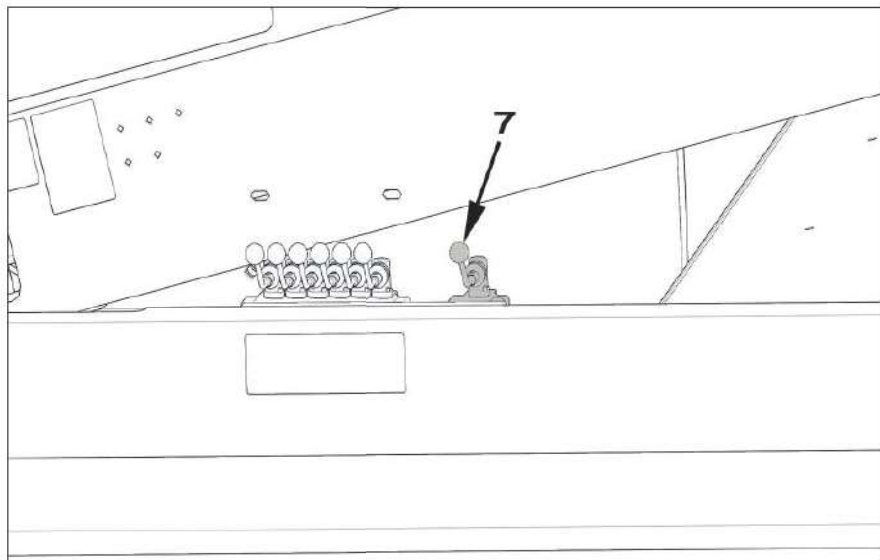
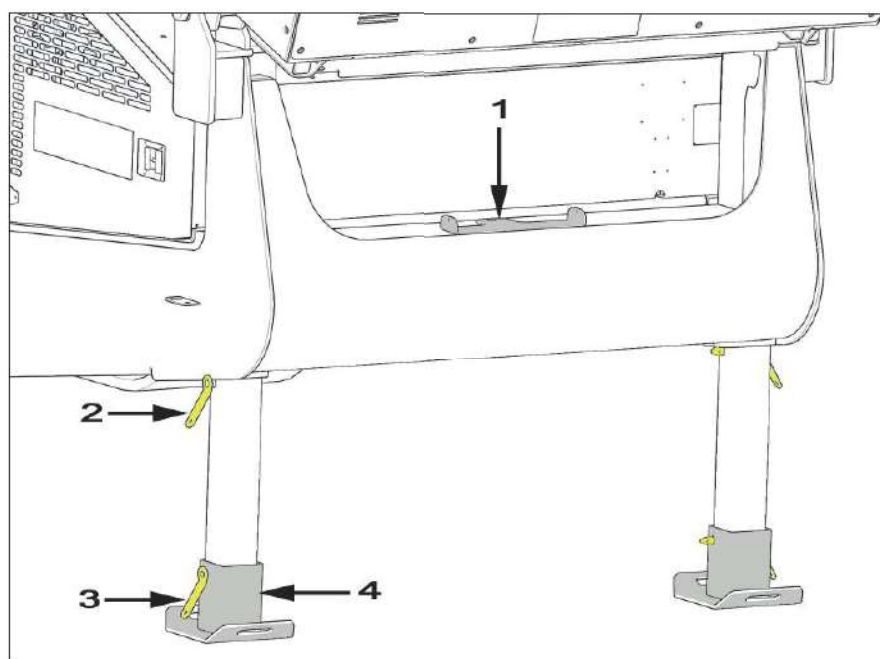
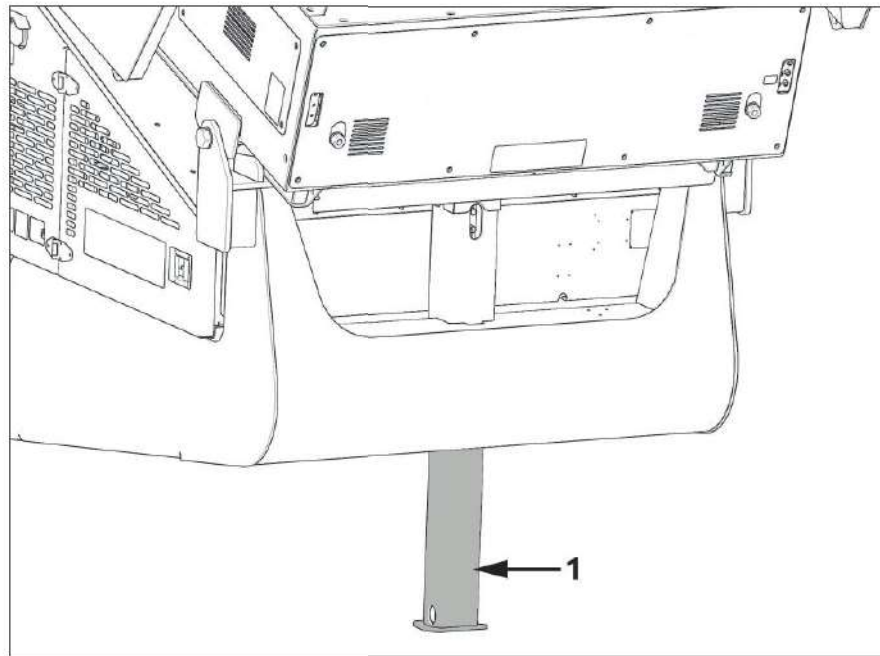

Figure 4.48 - Hendel steunpoten toevoerband.
Figure 4.49 - Steunpoten toevoerband
Figure 4.50 - Steunpoot toevoerband
1. Haal de schoenen van de steunpoten van de toevoer uit de transportpositie (1) op afb. 4.49 en leg ze op een vlakke ondergrond onder de steunpoten.
2. Laat de steunpoten in de voeten zakken (4) op afb. 4.49 met gebruik van hendel (7) op afb. 4.48 en steek de pennen in (2 & 3), zie afb. 4.49.
Zet de steunpoot (1) op afb. 4.50 op een horizontale ondergrond met gebruik van de hydraulische bedieningshendel (7) op afb. 4.48.